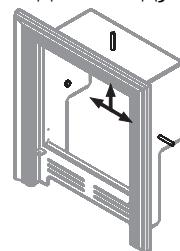

Рисунок 5. Топливный канал с дюбелями крепления.
2. Установить топливный канал в проем со стороны предбанника. Топливный канал закрепляется изнутри тремя анкерными болтами M8×60 к стене (см. рисунок 5).